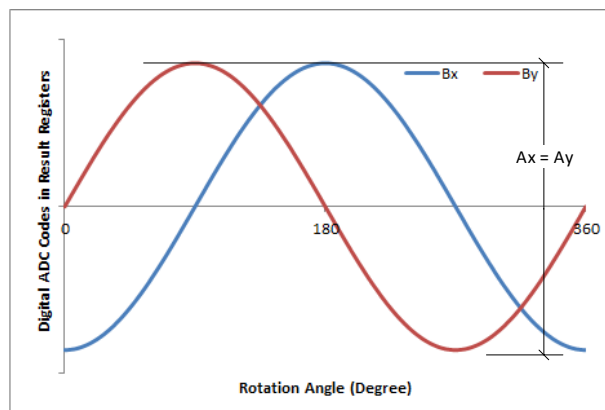

图 8-6. 进行同轴测量时 360 度全方位旋转的 X 和 Y 传感器数据
3. 测量每个轴 (A_x 和 A_y) 的最大峰峰值 ADC 代码增量，如图 8-6 或图 8-7 所示。